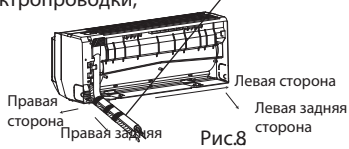

Рис.8
2. Выведите трубы из корпуса. Оберните проводку и трубы лентой и выведите их через отверстие (см. Рис.8).